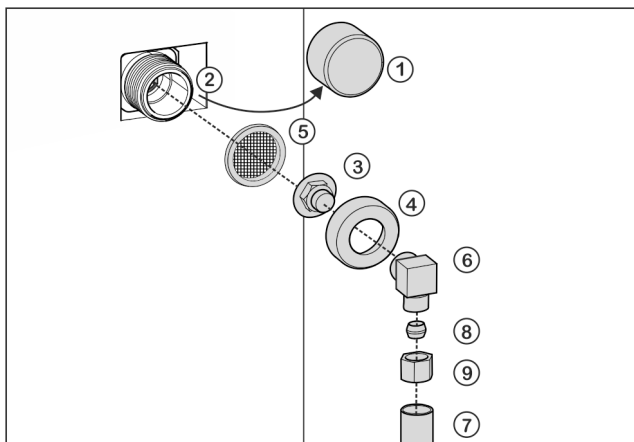

Fig. 58
- ▶ Kappe Fig. 58 (1) vom Magnetventil Fig. 58 (2) abziehen.
- ▶ Verbindungsstück Fig. 58 (3) in die Überwurfmutter Fig. 58 (4) einsetzen.
- ▶ Sieb Fig. 58 (5) mit der Vertiefung nach unten in Richtung Verbindungsstück Fig. 58 (3) einsetzen.
- ▶ Überwurfmutter Fig. 58 (4) mit der Hand auf das Gewinde des Magnetventils Fig. 58 (2) schrauben, bis ein sicherer und fester Sitz erreicht ist.
- ▶ Winkelstück Fig. 58 (6) anschrauben.
- ▶ Wasserleitung Fig. 58 (7) (z. B. 1/4"-OD-Kupferleitung) mit Hilfe von Klemmring Fig. 58 (8) und Mutter Fig. 58 (9) am Winkelstück Fig. 58 (6) anschließen.
- ▶ Wenn notwendig: Wasserleitung Fig. 58 (7) mit dem Rastbügel am Gehäuse fixieren.
- ▶ Winkelstück Fig. 58 (6) zur Seite legen.
- ▶ Wasserleitung Fig. 58 (7) (z. B. 1/4"-OD-Kupferleitung) mit Klemmring Fig. 58 (8) und Mutter Fig. 58 (9) am Verbindungsstück Fig. 58 (3) anschließen.